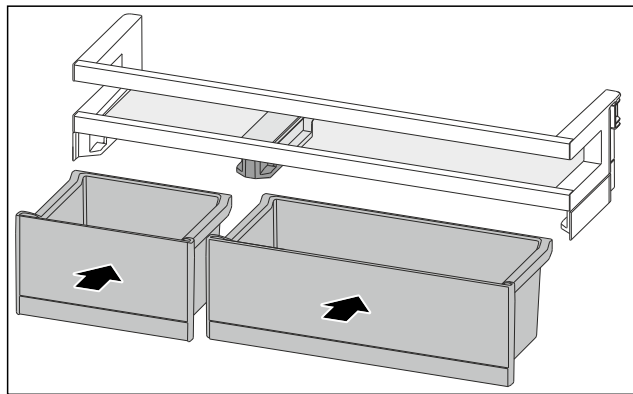

Fig. 88
- ▶ Поставете кутиите VarioBox в разменено разположение. (виж Fig. 88)